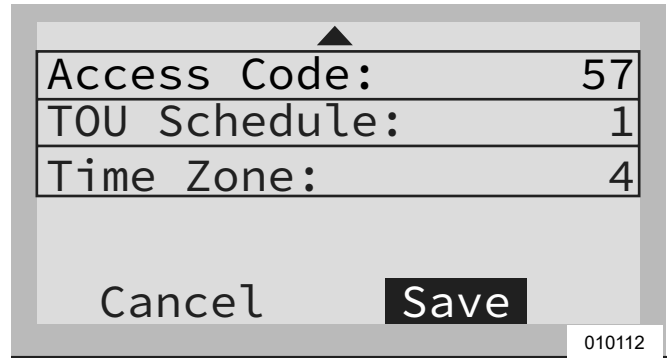

Figura 6-14. Configuración del programa TOU (4 de 4)
8. Consulte la **Figura 6-14**. Para ingresar los cambios de todas las entradas, resalte Commit (Confirmar). Presione el botón central, luego use las flechas y el botón central para confirmar la opción.